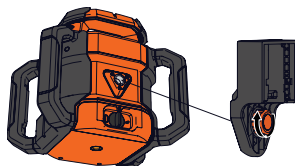

Figure 32
1. Insérez la vis de montage du support du laser dans le filetage latéral de 5/8 po-11 de l'unité et serrez. (Figure 32)